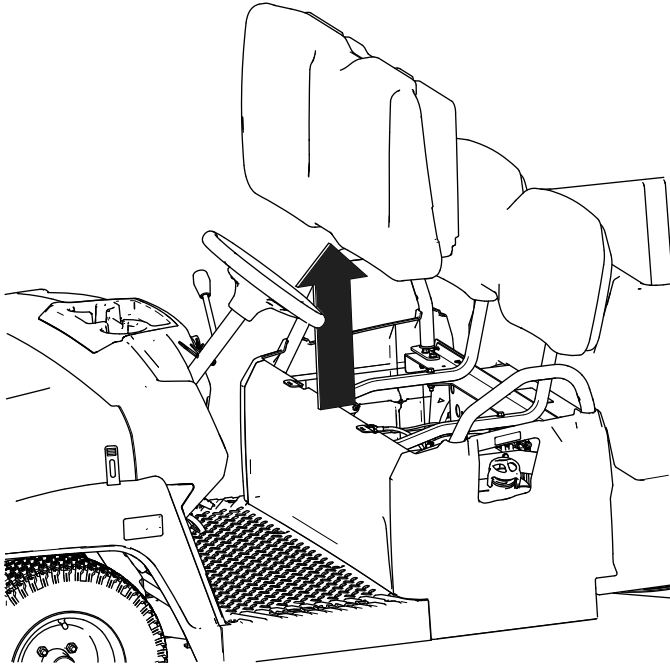

Figure 32
2. Levez le coussin vers le haut pour le sortir du support (Figure 32).